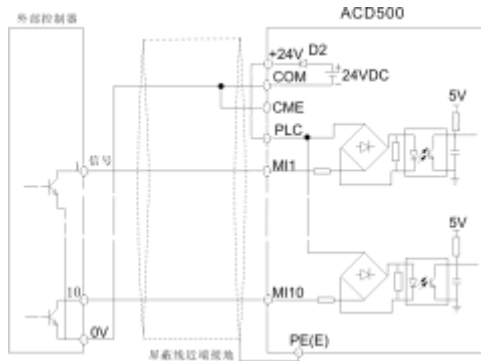

图3-13 使用变频器内部+24V电源的源极连接方式
- ① 使用变频器内部+24V电源，外部控制器为NPN型的共发射极输出的连接方式，如图3-13所示。